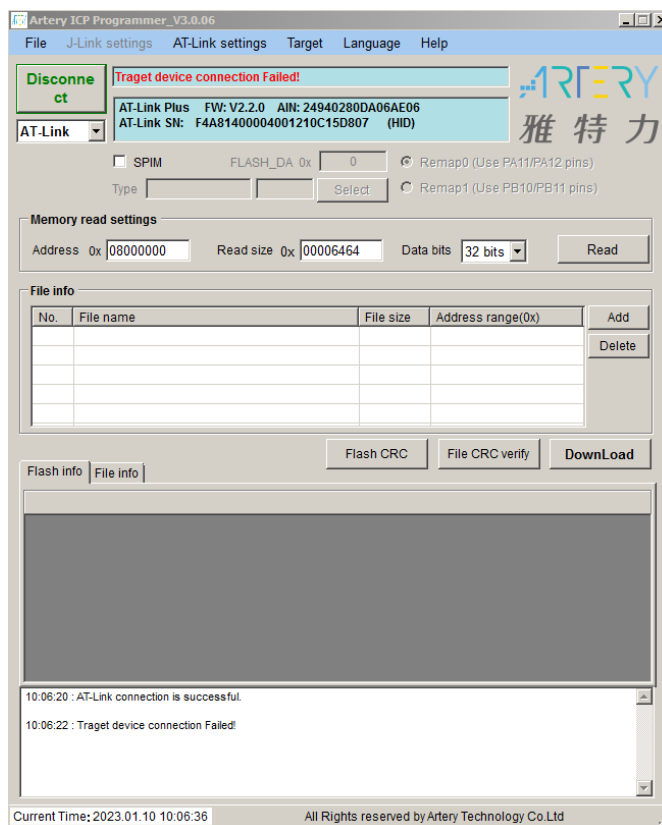

Рисунок 5.4 – Успешное подключение
5.4.5 При успешном подключении красная надпись **Connect** изменится на зеленую **Disconnect** (рисунок 5.4).